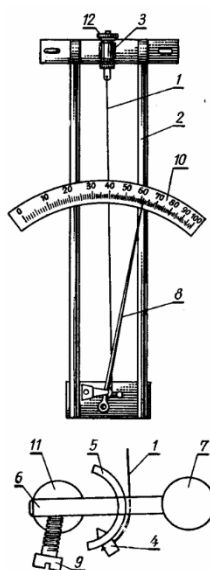

Рис. 5. Волосной гигрометр: 1 – волос;
*Волосной гигрометр* применяется для определения относительной влажности воздуха при температуре его ниже  $-10^{\circ}\text{C}$ . Он является основным прибором для наблюдений за влажностью воздуха при отрицательных температурах. Приемной частью гигрометра (рис. 5) служит обезжиренный человеческий волос 1, натянутый на металлическую раму 2. Один конец его закреплен в нижней части регулировочного винта 3, другой – в отверстии металлической дужки 5, насаженной на стержень 6, зажатый винтом 9. Крепление волоса внизу и вверху производится деревянными штифтами 4 и шеллаком. Стержень 6 и стрелка 8 укреплены на одной оси 11. Поэтому изменение длины волоса в результате изменения влажности воздуха вызывает поворот стрелки вокруг оси и смещение ее свободного конца по шкале 10 с делениями от 0 до 100 %.